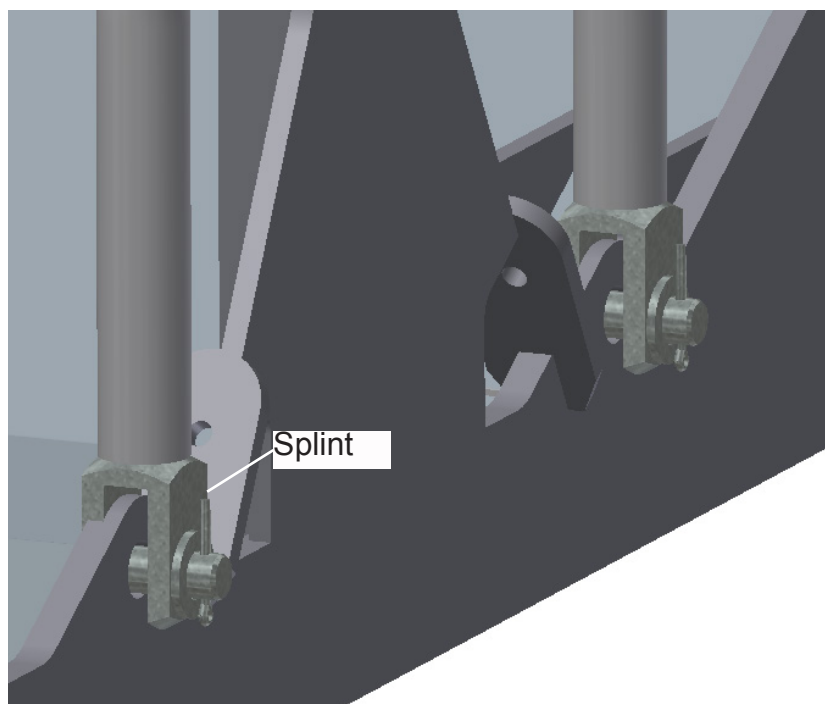

Bild 3-6: Befestigungspunkt Schaukelplattform
- Die vormontierte Schaukelplattform mit geschlossenem Sicherungsbügel mittig unter das Schaukelgestell stellen und die Aufhängerohre mittels des Gabelgelenks M16x32 (Pos.1.4.3) an die Schaukelplattform montieren und mit dem Splint sichern Bild 3-6.